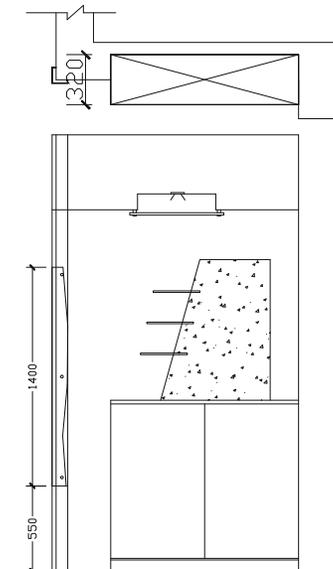
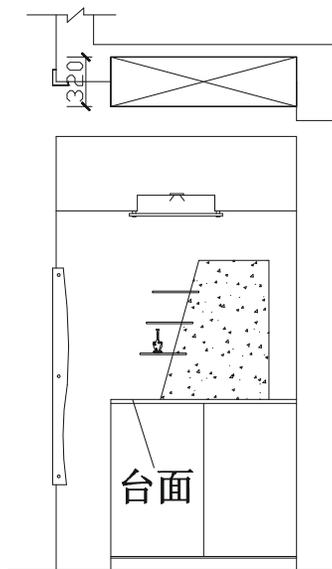
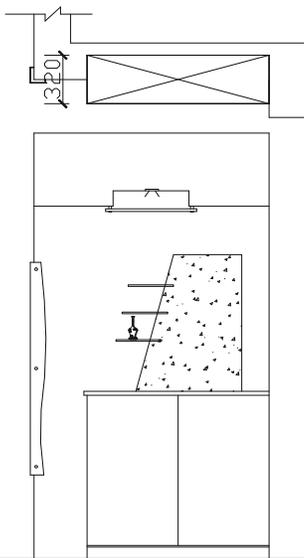

图 8-1-117
图 8-1-118
图 8-1-119
**STEP 12** 使用绘制样式条曲线命令 SPLINE (SPL) 绘制如图 8-1-117 所示的曲线, 再使用绘制圆的命令 CIRCLE 绘制三个半径为 10 的圆, 如图 8-1-117 所示。
**STEP 13** 使用删除命令 ERASE 删除如图 8-1-117 所示曲线两边的辅助线, 再使用修剪命令 TRIM 剪掉曲线内的直线, 如图 8-1-118 所示。
**STEP 14** 将如图 8-1-118 所示中的台面向左延长 20, 并进行修剪, 如图 8-1-119 所示。